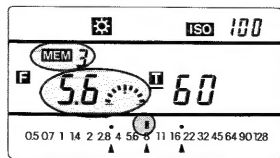

図51
3. 被写体の中間濃度になりたい部分を測定しメモリーします。(図51)